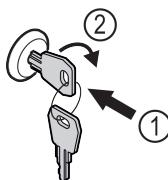

Fig. 176
- Ispauskite raktą. Fig. 176 (1)
- Pasukite raktą 90° pagal laikrodžio rodyklę. Fig. 176 (2)